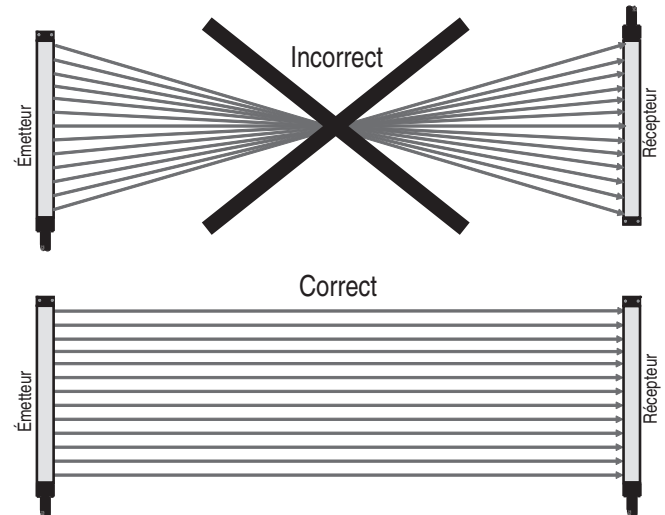

Figure 8 : Implantation de l'émetteur et du récepteur
2. Prenez soin d'orienter l'émetteur et le récepteur dans la même direction. Cela signifie que le début du champ de protection qui se trouve à côté du câble conduisant au contrôleur de sécurité, doit se trouver à la même extrémité du champ de protection. Les voyants devraient se trouver les uns en face des autres. Il n'est pas autorisé de monter les systèmes GuardShield Micro 400 en les faisant pivoter de 180° (Figure 8 : Implantation de l'émetteur et du récepteur).